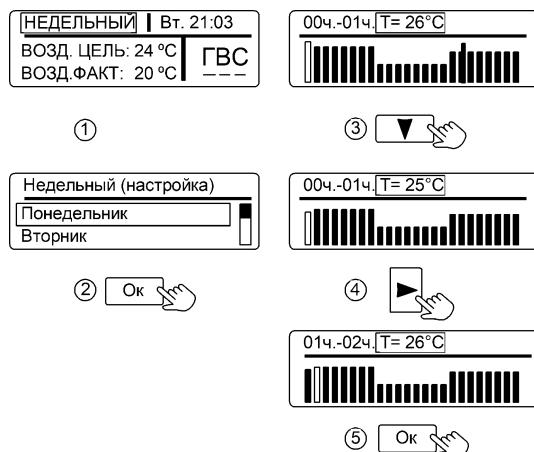

Рисунок 8. Настройка режима «НЕДЕЛЬНЫЙ»
10.3 «НЕДЕЛЬНЫЙ» – наиболее энергоэффективный режим отопления, учитывающий постоянные привычки и предпочтения пользователей. Режим «НЕДЕЛЬНЫЙ» позволяет настроить температуру воздуха в помещении индивидуально для каждого часа работы на протяжении всех дней недели. Последовательность настройки показана на рис.8. Кнопками «◀», «▶» выполняется переход по часам и дням недели, кнопками «▼», «▲» выполняется изменение значения температуры каждого часа для любого дня недели.